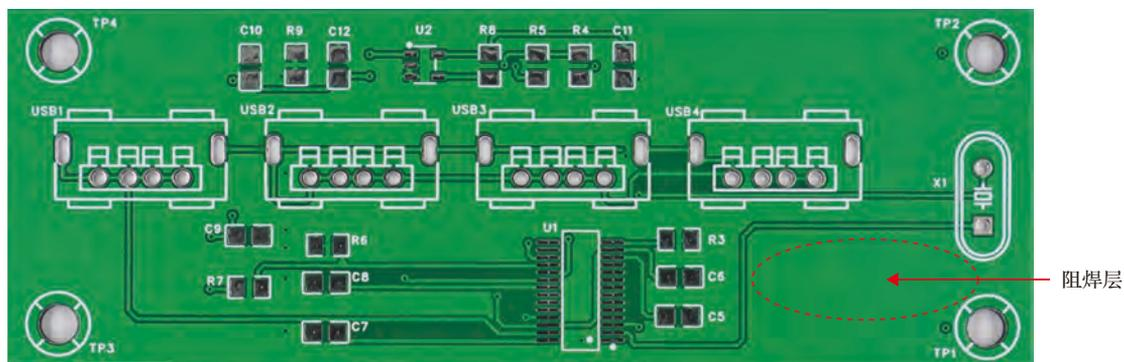

图 6-4 PCB 实物上的阻焊层（油墨覆盖区域）
**阻焊覆盖区域：**是指在 PCB 上经过阻焊工序后，阻焊图形（开窗区域）对应的油墨被剥离，保留下来的油墨，起到绝缘保护作用，是阻焊设计图形的负片实施的结果，如图 6-4 中绿色部分所示。